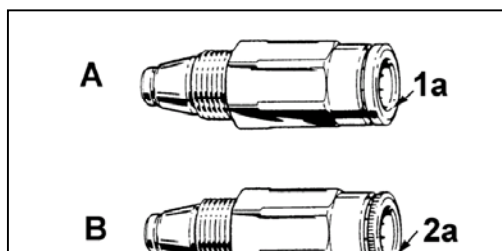

Рис.3 Обратный клапан
* Обратный клапан главного распределителя (Рис.3, А) всегда применяется с усиленной цангой 1а (Каталожный номер 226-14091-4).
*Обратный клапан второстепенного распределителя (Рис.3, В) всегда применяется с нормальной цангой 2а (Внешняя поверхность цанги с насечкой). Каталожный номер 226-14091-2.